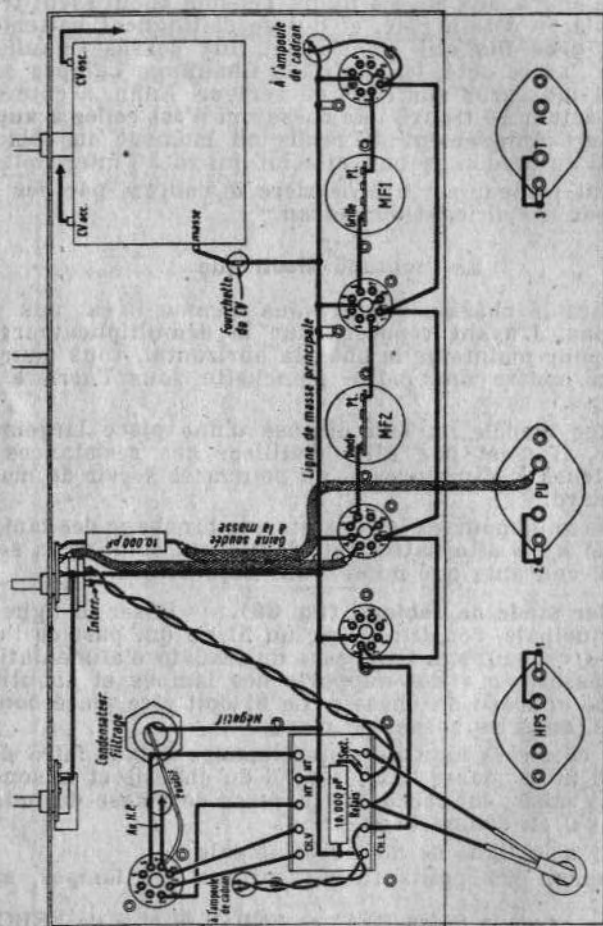

FIG. 36. — Premier stade de câblage
**Premier stade de câblage (fig. 36).** — Poser la ligne de masse principale, constituée par un fil nu qui part de l'une des cosses « Chauffage Lampes » du transfo d'alimentation, va aux cosses « m » des supports des lampes et aboutit à l'extrémité opposée du châssis. Le fil doit être placé **contre** le châssis, **sous** les cosses de masse.